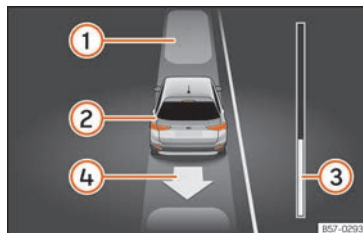

**Fig. 253** Sul display del quadro strumenti: uscire da un parcheggio in linea.
Legenda della **fig. 253**:
|    | La barra di avanzamento » fig. 253 ③ indica la distanza che si deve percorrere » pag. 295.                                                                                                       |